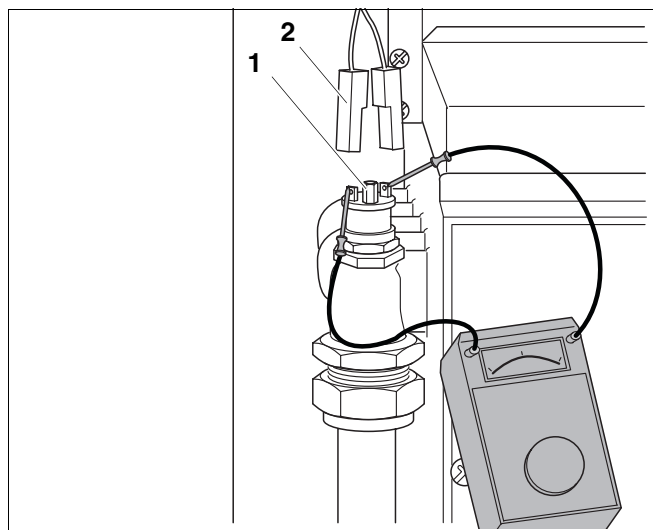

Рис. 16 Деблокирование или проверка защитного ограничителя температуры
- Деблокировать STB нажатием красной кнопки (рис. 16, поз. 1).
- Разъединить штекерное соединение (рис. 16, поз. 2) кабеля с STB.